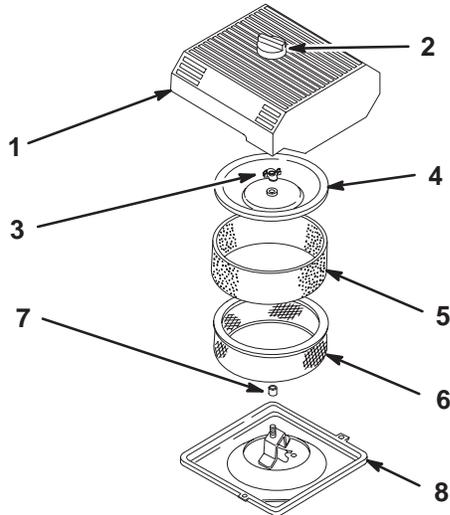

Bild 26
3. Reinigen Sie den Bereich um den Luftfilter herum, um zu verhindern, dass Schmutz in den Motor fällt und Schäden verursacht (Bild 26).
4. Lockern Sie das Handrad an der Luftfilterabdeckung und entfernen Sie die Luftfilterabdeckung (Bild 26).
5. Schieben Sie den Schaumeinsatz vorsichtig vom Papiereinsatz herunter (Bild 26).
6. Schrauben Sie die Deckelmutter los und nehmen Sie die Abdeckung und den Papiereinsatz ab (Bild 26).
1. Schieben Sie das Schaumelement vorsichtig auf den Papiereinsatz des Luftfilters (Bild 26).
3. Drehen Sie die Deckelmutter jetzt mit der Hand gegen die Abdeckung (Bild 26).
4. Montieren Sie die Luftfilterabdeckung und das Handrad (Bild 26).